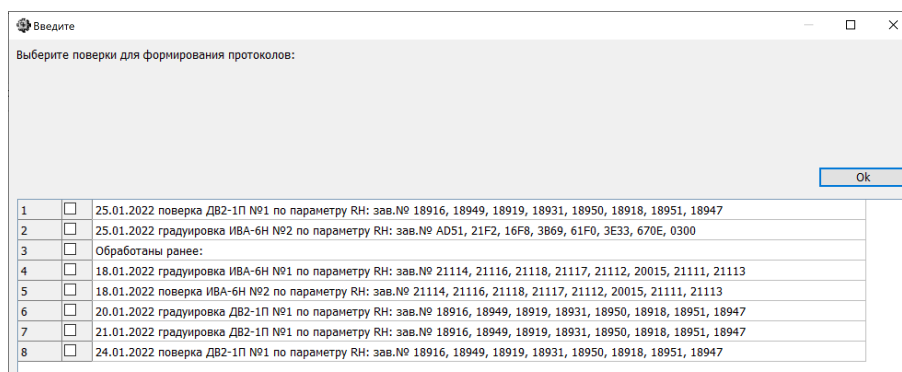

Рисунок 24 – Выбор поверок для формирования протоколов.
10.1.2. Программа предложит выбрать поверки для формирования протоколов (см. Рисунок 24). В верхней части списка (до строки «Обработаны ранее:») будут отображаться поверки, протокол для которых еще не формировался.